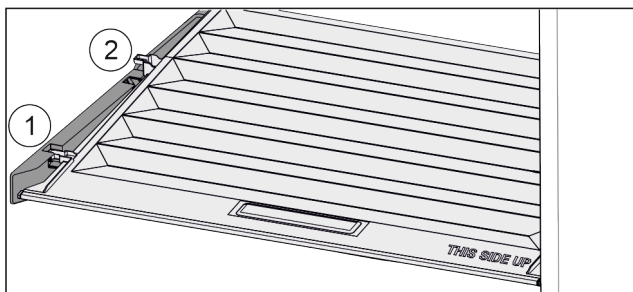

Fig. 116
- ▶ Потянуть крышку до отверстия в поддерживающих деталях вперед Fig. 116 (1).
- ▶ Поднять сзади снизу и извлечь Fig. 116 (2) движением вверх.